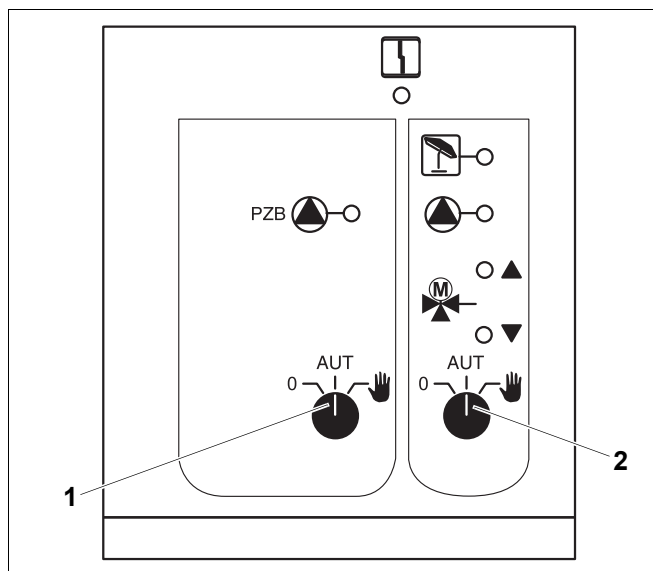

Рис. 26 Центральный модуль ZM433
- Отопительный контур (→ Рис. 26, [1]) установите переключатель
- Отопительный контур (→ Рис. 26, [2]) установите переключатель